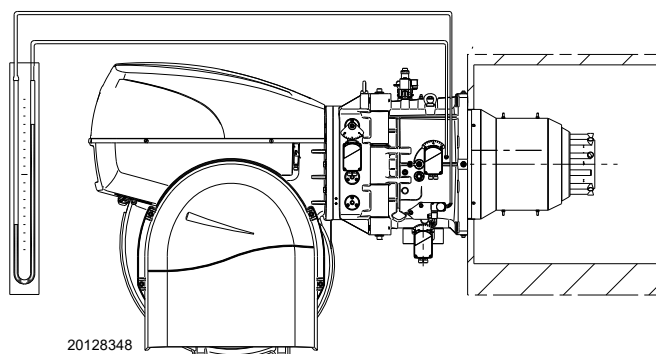

Fig. 25
- Monter un manomètre en U ou un manomètre de type différentiel (Fig. 25), avec la prise (+) sur la pression de gaz du manchon et (-) dans la chambre de combustion. Ceci sert à obtenir approximativement la puissance MAX. du brûleur.
L'arrivée de gaz au manchon est mise en évidence sur le manomètre en U (Fig. 25).